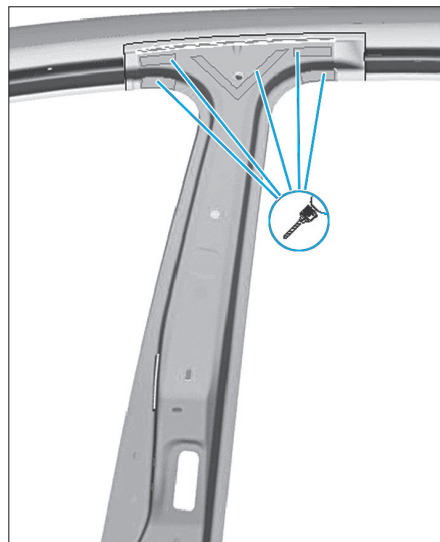

FIG. 75
- Procéder au découpage suivant la ligne représentée sur la figure (Fig.75).